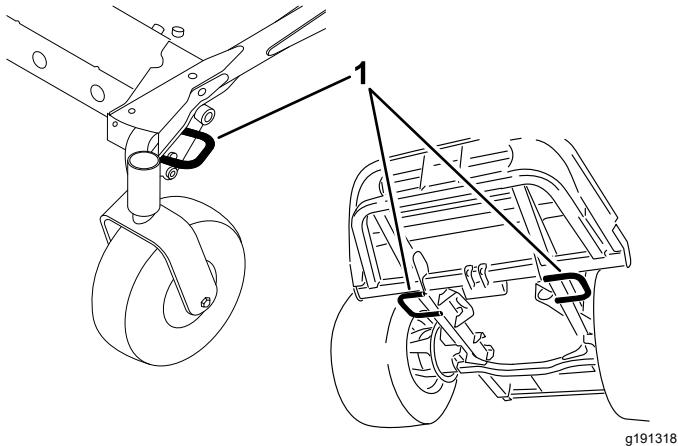

Figure 28
5. Servez-vous des points d'attache de la machine pour l'arrimer solidement sur la remorque ou le véhicule de transport au moyen de sangles, chaînes, câbles ou cordes (**Figure 28**).